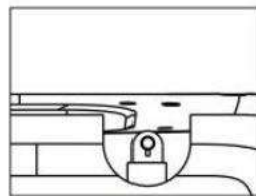
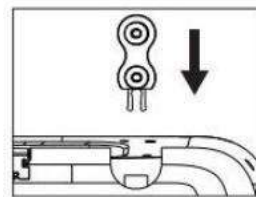

Abb.22
Abb.24
A. Zuerst entfernen Sie das obere Single Draht und entfernen Sie die Single Draht Spindel. (Bild 22 von 23) Montieren Sie die Doppelspindel auf der Maschine. (Bild 24 von 25)